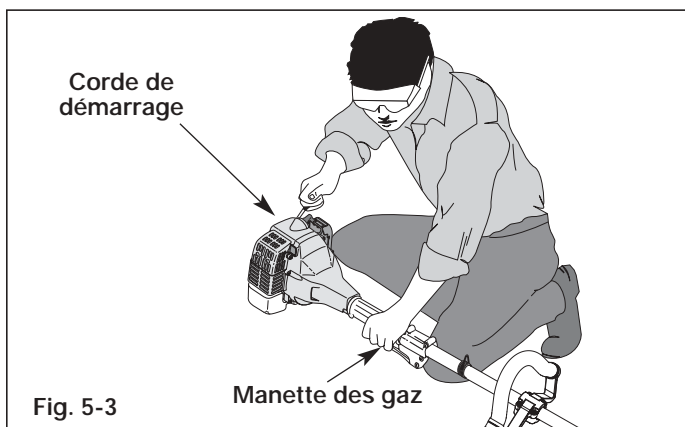

Fig. 5-3
5. L'appareil étant au sol, appuyez sur la manette des gaz et gardez-la enfoncée. Tirez rapidement sur la corde de démarrage (Fig. 5-3). Continuez de tirer jusqu'à ce que le moteur semble vouloir démarrer (après 2 à 5 coups).
7. Tirez brusquement sur la corde de démarrage 1 à 3 fois pour démarrer le moteur (Fig. 5-3).
1. Relâchez la manette des gaz (Fig. 5-3). Laissez le moteur tourner au ralenti.